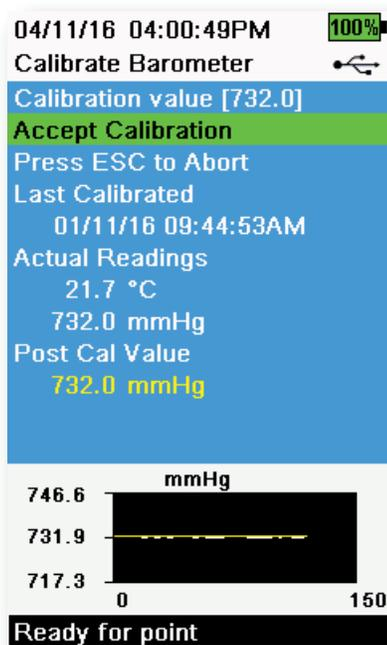

図50 圧力計の校正
- Accept Calibration (校正承認)** を選択します (図50)。メッセージエリアに「Calibration successful! (校正は成功しました!)」と表示されます。